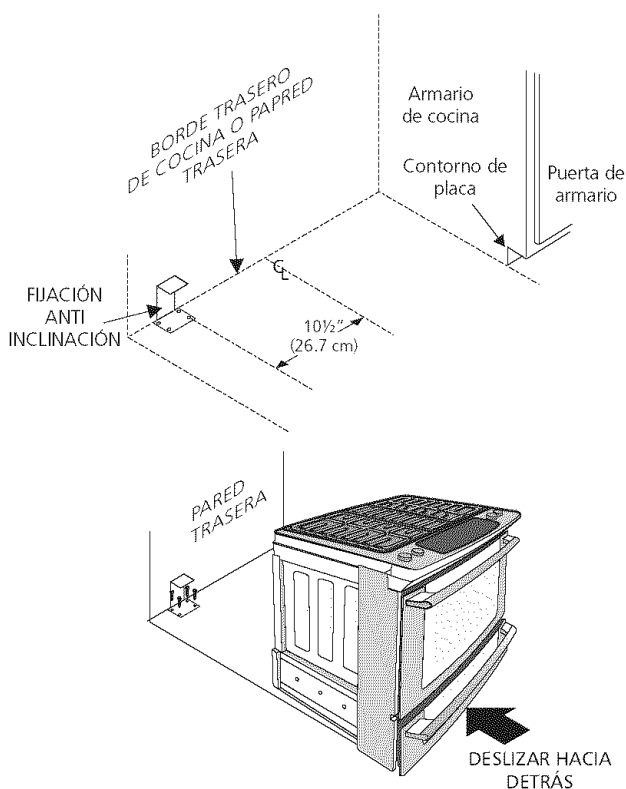

Figura 15
2. Desplegar el molde de papel y colocarlo alisado sobre el piso con el vértice posterior derecho posicionado exactamente en la intersección de las líneas central y posterior dibujadas anteriormente. (Si no se dispone de un molde, usar el diagrama incluido a continuación para ubicar las ménsulas (Figura 15)).